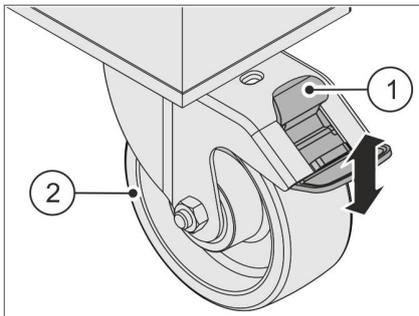

Abb. 25 Feststellbremse
Die Feststellbremse **Abb. 25/①** dient zur Arretierung der Lenkrollen **Abb. 25/②** an der Abfüllstation.